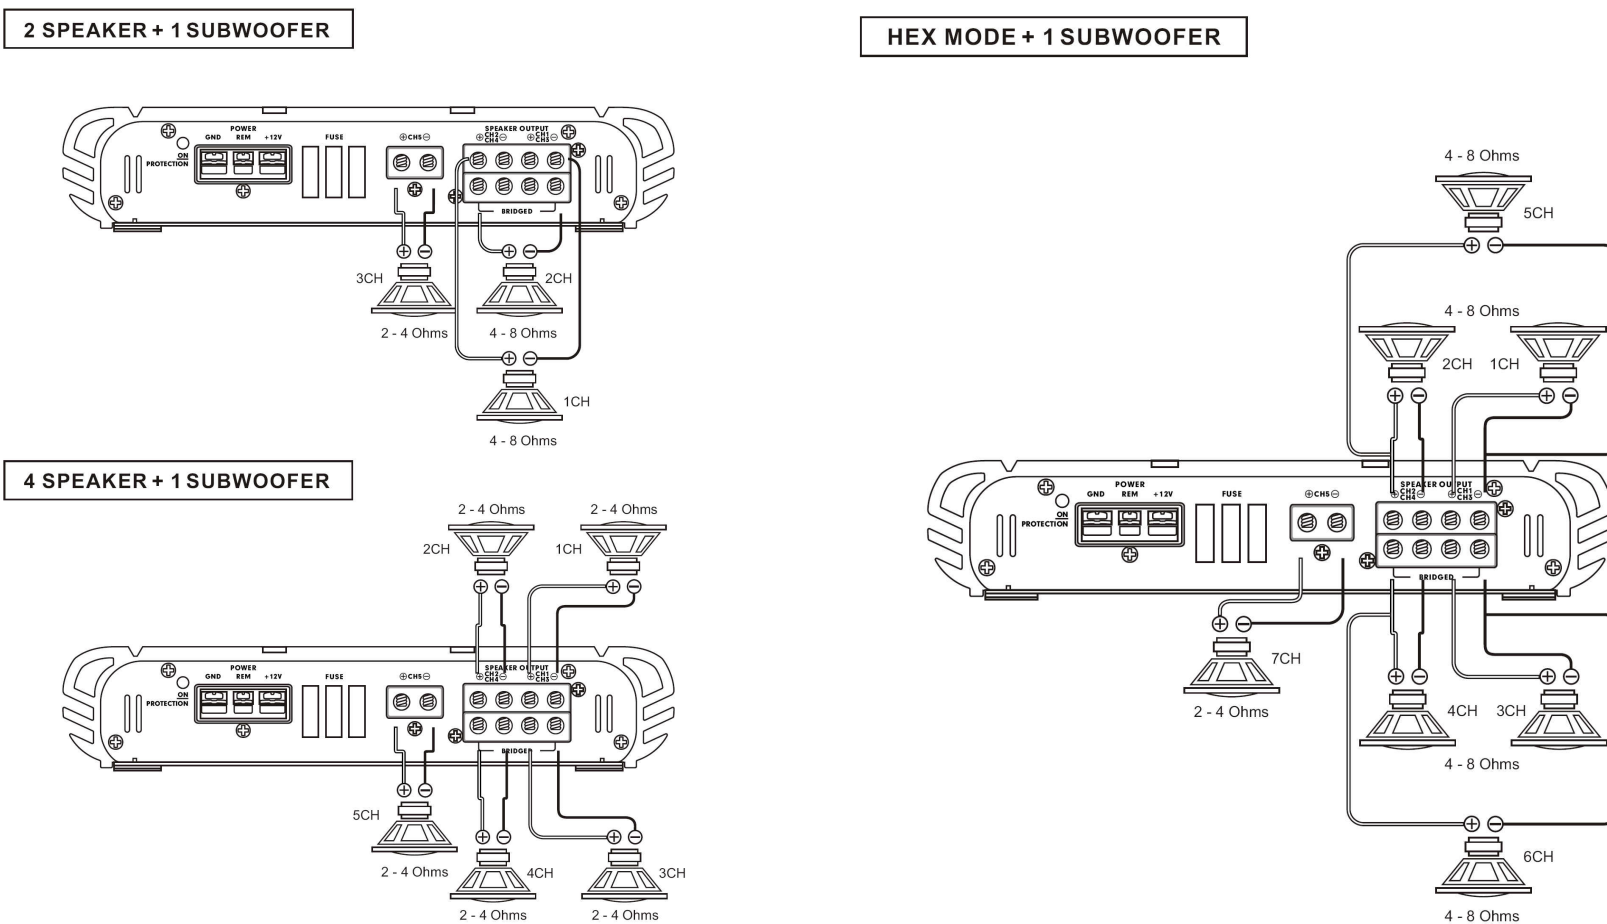

Рис.3.
- При неправильной полярности динамики будут работать в противофазе, что приведёт к снижению отдачи в области низких частот (басов) (См. рис.3).